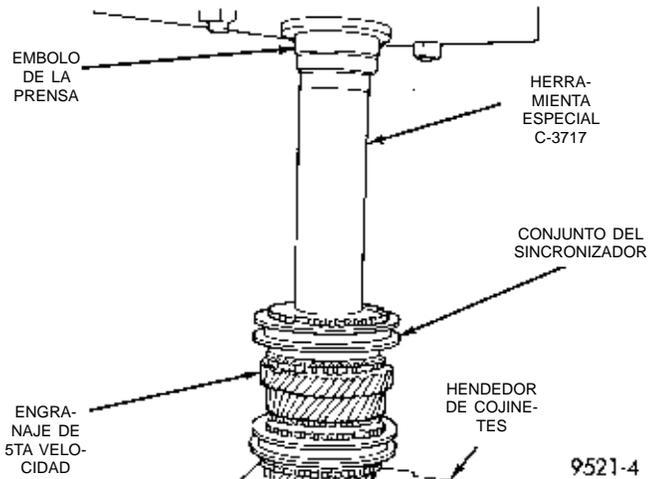

Fig. 95 Instalación del engranaje de 5ta velocidad
- (11) Mediante la herramienta especial N° C-3717, instale el engranaje y sincronizador de 5ta velocidad (Fig. 95). La maza del sincronizador de 5ta velocidad tiene la letra S estampada en la cara superior de la misma. Esta letra indica que la maza debe instalarse con la S hacia arriba.